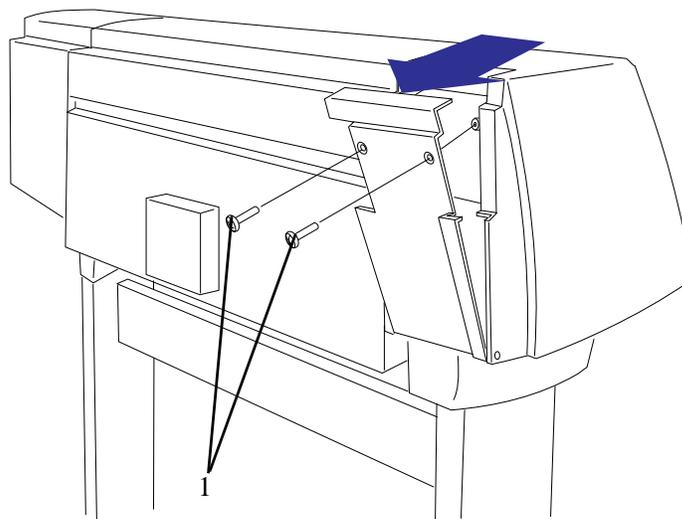
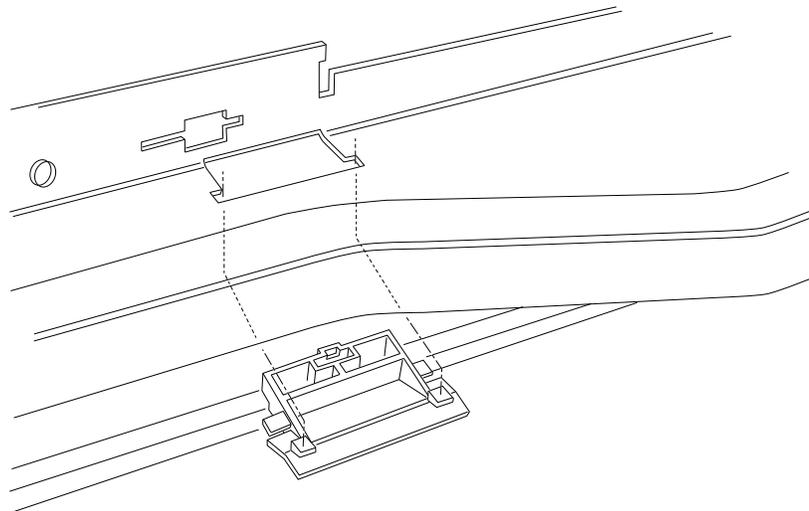

Figura 64: Tampa traseira esquerda
Figura 66: Detector de vazamento
Consulte da Figura 64 à Figura 66.
2. Abra a porta atrás da tampa esquerda removendo os dois parafusos T15 (item 1) (consulte a Figura 64).
6. Solte o Detector de Vazamento da Impressora e remova-o como mostrado na Figura 66.